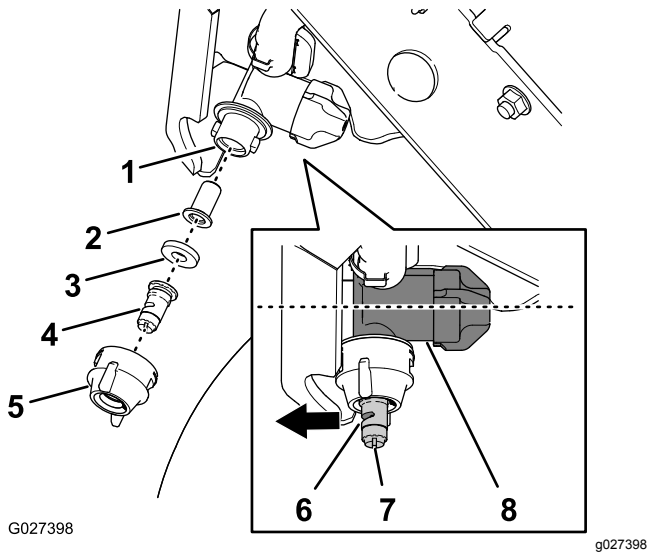

Figura 53
7. Gire el tapón de la boquilla 90° en sentido horario (Figura 53).
1. Gire el tapón de la boquilla 90° en sentido antihorario y retire el tapón del cuerpo de la boquilla (Figura 53).
2. Retire la punta, la junta y el filtro de la carcasa de la boquilla (Figura 53).
4. Monte el filtro en el cuerpo de la boquilla (Figura 53).
5. Monte la punta y la junta en el tapón de la boquilla (Figura 53).
6. Instale la punta, la junta y el tapón en el cuerpo de la boquilla (Figura 53).
Nota: Utilice la ranura para girar el atomizador (Figura 53) de la punta hacia adelante (en línea